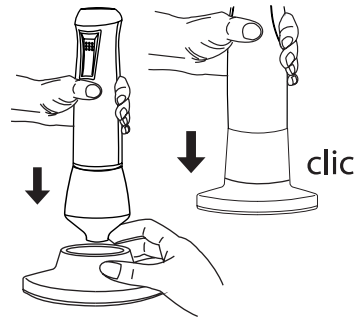

Fig.3.2
- Acoplar el conjunto a la tapa hasta escuchar el clic (Fig. 3.2)